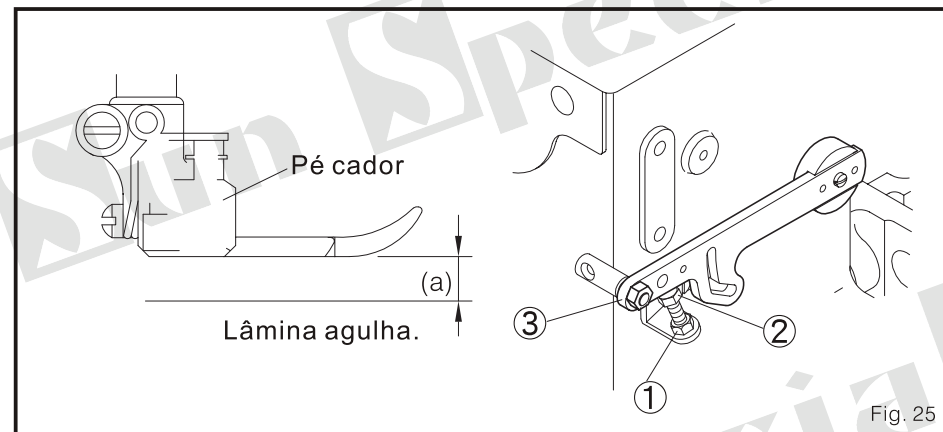

Fig. 25
1. a altura de ascensão do calcador é o espaço da borda do fundo do para a superfície da chapa de agulha, quando estiver em sua posição mais alta (Fig. 25)